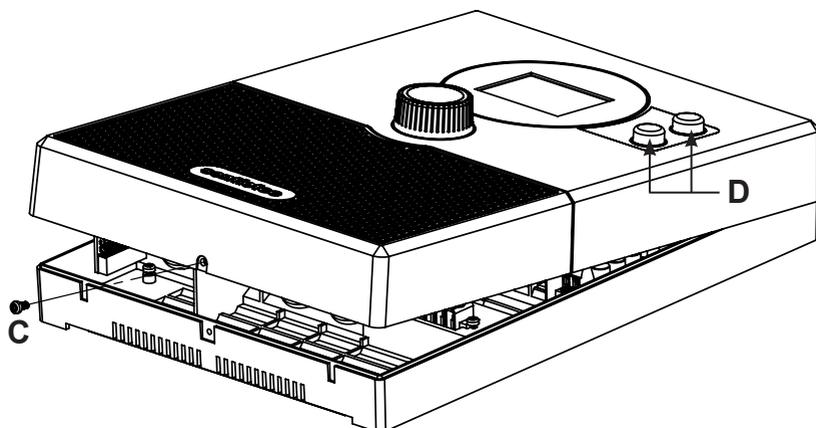

Rys. 1 Położenie wieszaka i otworów mocujących (wymiar w mm)
1. Wkręć dwie śruby do płyt wiórowych (3 x 25 mm) w ścianę sauny na wysokości ok. 1,70 m, tak aby wystawały z niej na 7 mm. Obie śruby muszą zostać umieszczone w odległości 156 mm od siebie (zob. **Rys. 1**).
4. Powieś jednostkę sterującą za pomocą wieszaka **A** na zamontowanych śrubach krzyżakowych (zob. **Rys. 1**).
5. Wkręć dwie śruby do płyt wiórowych (3 x 25 mm) w dolne otwory mocujące **B** (zob. **Rys. 1**).